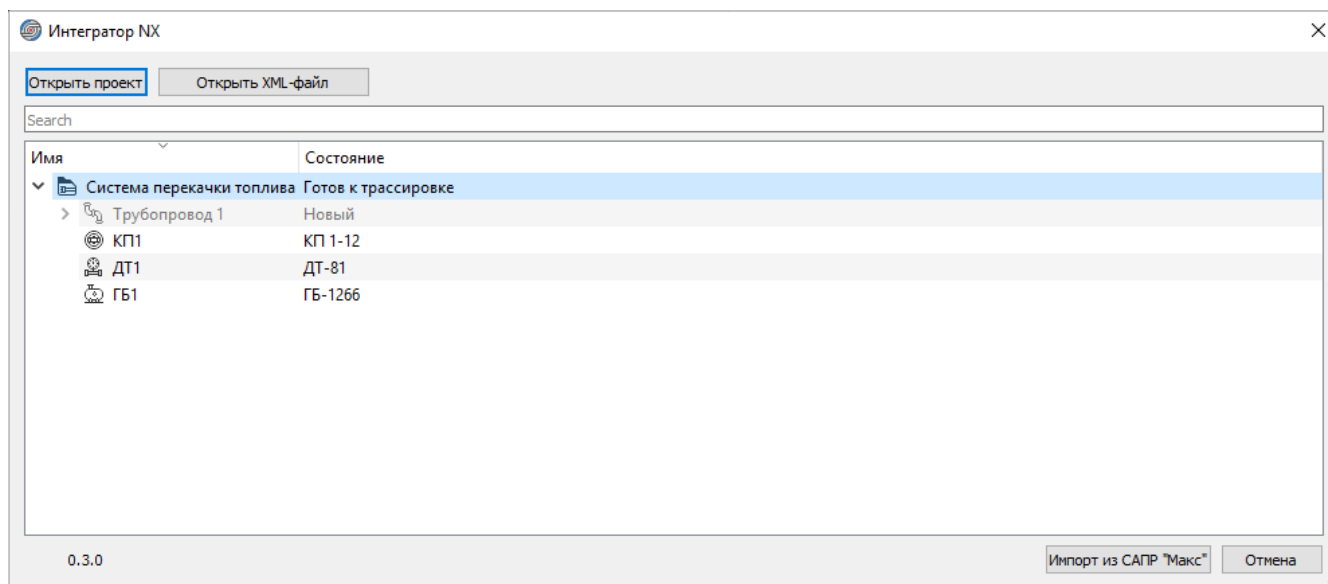

Рисунок 299. Окно «Интегратор NX»
- 2) В открывшемся окне «Интегратор NX» (см. рисунок 299) нажать: